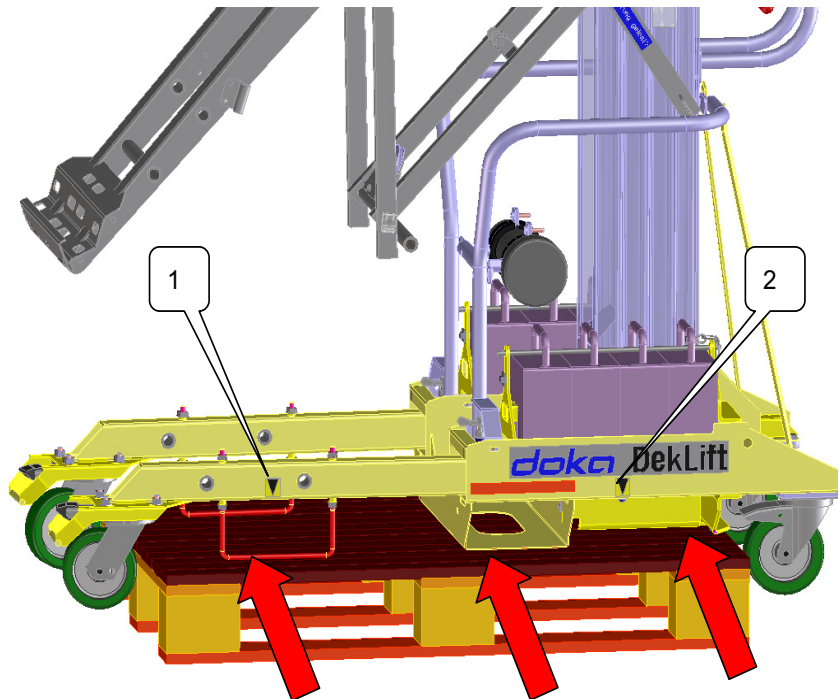

Abb. 36 Befestigungen beim Transport - stehend
Der DekLift 4,50m liegt an den mit Pfeilen markierten Punkten auf einer Europalette auf und wird mit Hilfe von mindestens zwei Spanngurten an Punkt (2) und (3) Abb. 36 nieder gezurt.